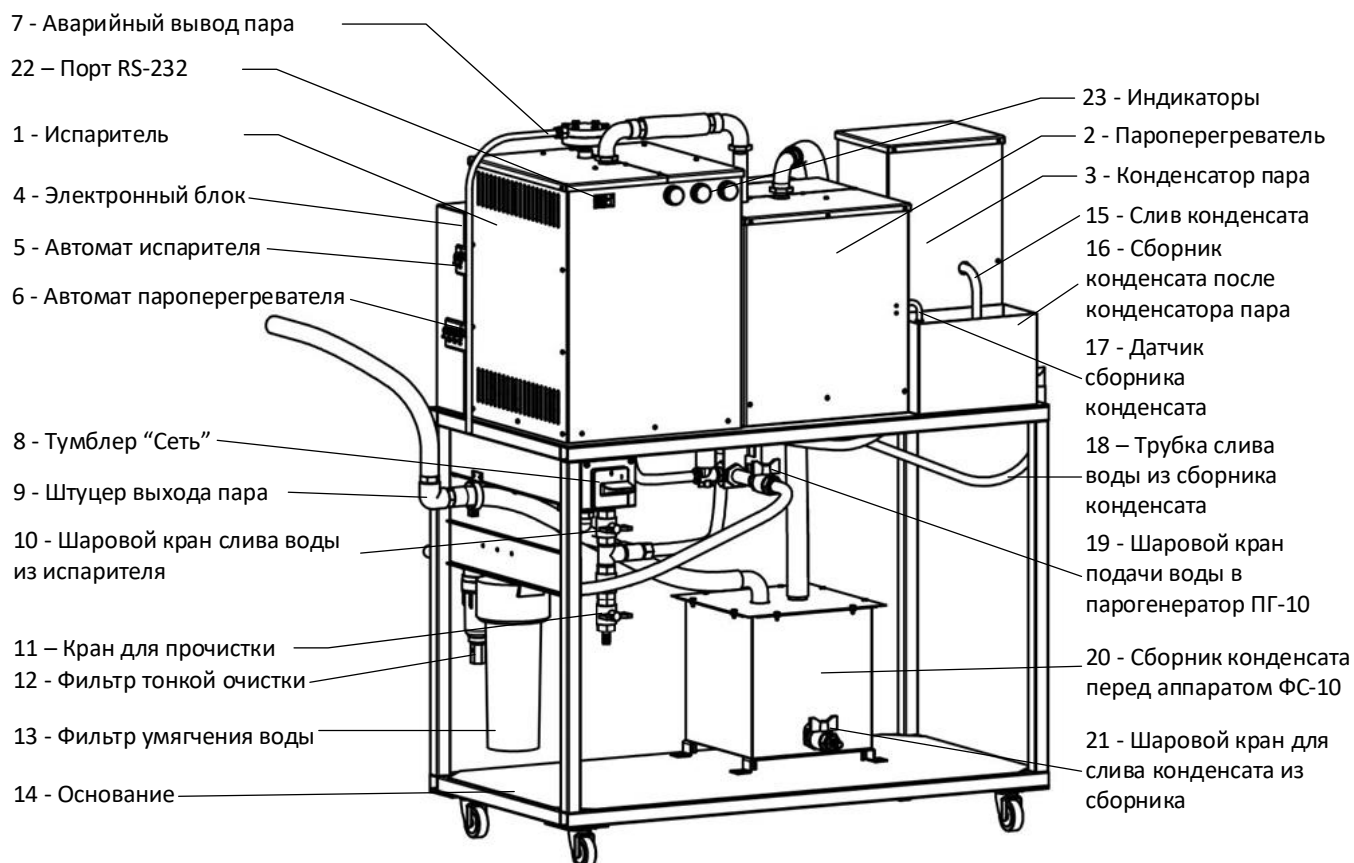
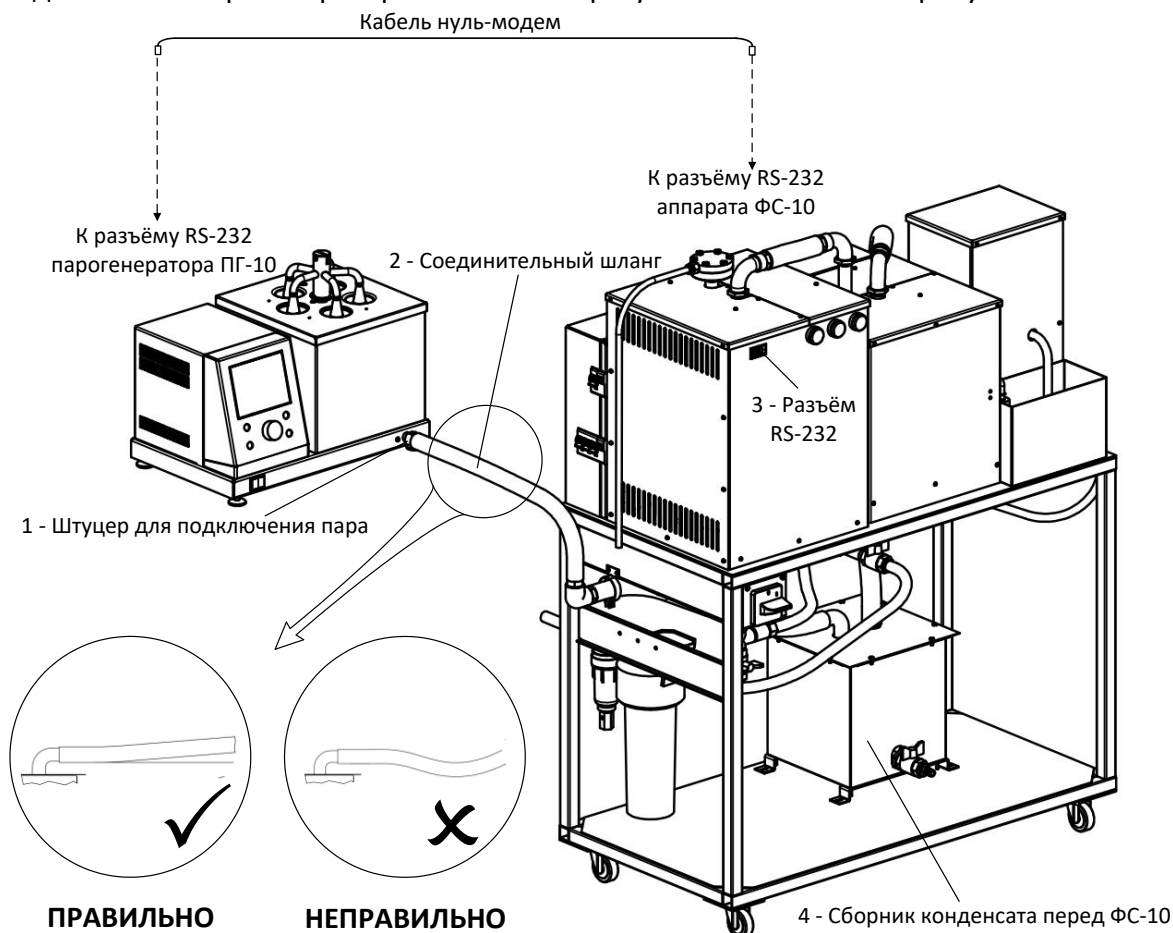

Рисунок 5 – Общий вид парогенератора
Рисунок 8 – Подключение парогенератора ПГ-10 к аппарату ФС-10
2.3.1.1 Общий вид аппарата представлен на рисунке 1. Аппарат состоит из **основания 3**, на котором расположены **электронный блок 1** и **технологический блок 5**. В основании расположен **тумблер «Сеть» 4**, предназначенный для включения питания. Пар поступает в аппарат по соединительному шлангу от штуцера выхода пара парогенератора (см. рисунок 5) к штуцеру для подключения пара, расположенного на основании аппарата ФС-10. На **лицевой панели 2** расположены дисплей и органы управления.
- 5) На верхней части блока испарение расположено мембранное предохранительное устройство, разрыв мембраны происходит при давлении выше 300 кПа, пар отводится через трубку (см. Рисунок 5 п. 7)
2.3.1.9 Пар поступает в аппарат ФС-10 по **соединительному шлангу (поз. 2 рис. 8)** от парогенератора ПГ-10. Между парогенератором ПГ-10 и ФС-10 установлен **сборник конденсата (поз. 4).**
Недопустимо провисание **соединительного шланга (поз. 2)** (см. рисунок 8).
2.3.1.10 Разъём RS-232 (поз. 3 рис. 8) предназначен для подключения аппарата ФС-10 к парогенератору ПГ-10 во время совместной работы. Парогенератор подключается к водопроводу
На лицевой панели (см. рисунок 5) расположены индикаторы **«Режим»**, **«Связь»** и **«Авария»**.
- 3.1.5 Парогенератор ПГ-10 является лабораторным оборудованием настольного типа. Место его установки обуславливается положением относительно аппарата ФС-10 (должно соответствовать рис. 8, расстояние между ФС-10 и ПГ-10 - не более 1 м) и расстоянием до щита распределительного, обеспечивающего подключение к трёхфазной сети ~400В и шине заземления.
- 3.1.6 Парогенератор должен быть подключен к общей шине заземления через клемму заземления (см. рисунок 8).
- 3.3.2 Открыть **шаровый кран слива воды из испарителя 10** (см. рисунок 5). Убедиться, что остатки воды из испарителя слиты, затем закрыть **шаровый кран 10**.
- 3.3.3 При помощи шланга соединить **штуцер выхода пара 9** (см. рисунок 5), со **штуцером для подключения пара 1** аппарата ФС-10 (см. рисунок 8) и затянуть на местах подключения хомутами из комплекта принадлежностей при помощи отвёртки. При необходимости скорректировать длину до нужного размера, так чтобы не было провисания **соединительного шланга 2** и заклеить самоклеющейся лентой из комплекта принадлежностей.
- 3.3.5 Открыть шаровой кран **поддачи воды в парогенератор 19** (см. рисунок 5) и включить подачу воды. Убедиться, что соединения герметичны
- 3.3.7 Соединить аппарат ФС-10 и Парогенератор ПГ-10 с помощью **нуль-модемного кабеля** из комплекта принадлежностей (см. рисунок 8).
- 3.3.8 Убедиться, что рукоятки **автоматов испарителя пароперегревателя** (см. рис. 5 поз. 5 и 6) находятся в верхнем положении. Перевести тумблер «Сеть» (см. рис. 5 поз. 8) в положение «1».